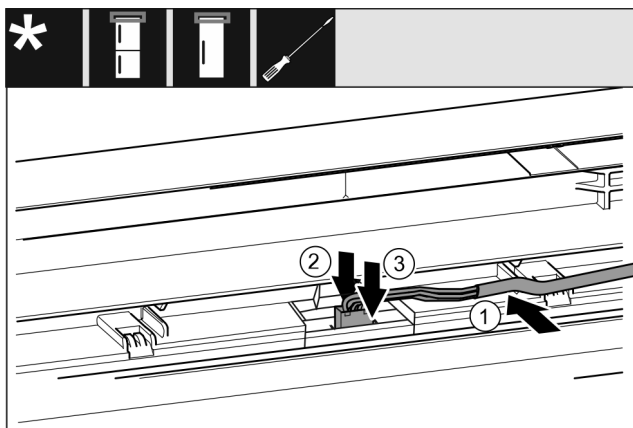

Fig. 44
- ▶ Helyezze be a szürke kábelt a felső ajtóban lévő vezetősínbe. Fig. 44 (1)
- ▶ Nyomja hátrafelé a reteszelő bütyköt. Fig. 44 (2)
- ▶ Pattintsa be a dugót. Fig. 44 (3)